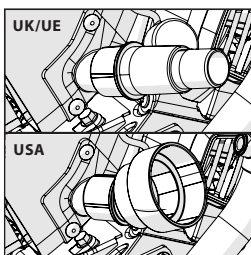

FIG. 14
- Spingere il tubo di connessione dal dispositivo di estrazione nel attacco di aspirazione utilizzando un adattatore adeguato. (Fig. 14)